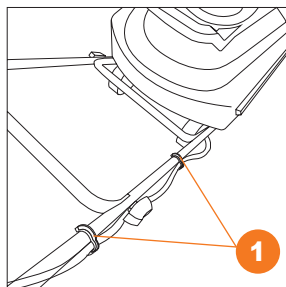

Рис. 8
3. Закрепите электрический провод с помощью держателя кабеля **1** (Рис. 8).